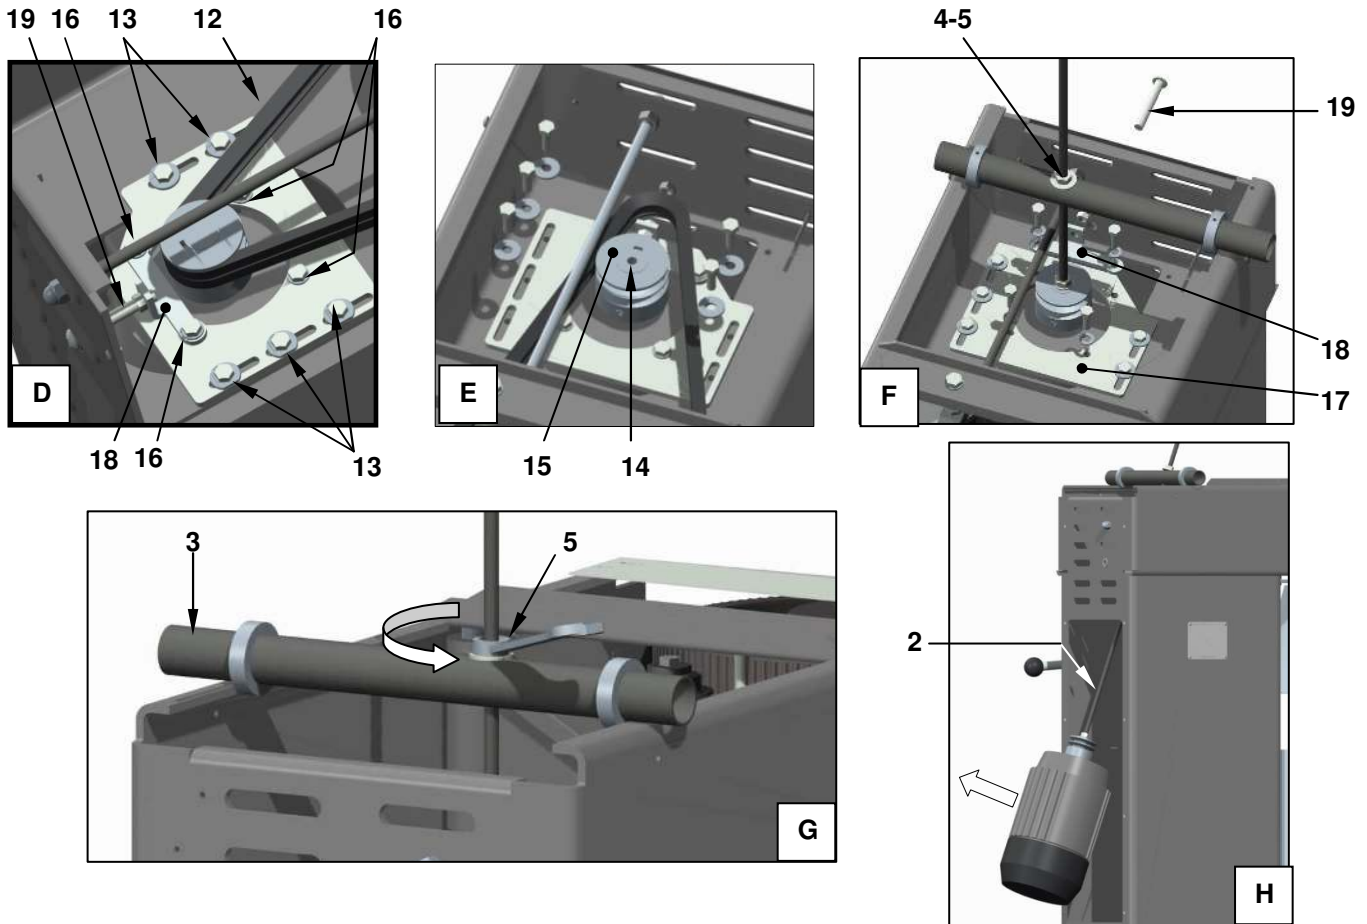

Рисунок 20 – Демонтаж/установка двигателя насадки (PL30 - PL40 - PL60)
См Рисунок 20, замена двигателя рис.1 подготовить, доступный в продаже, необходимый материал:
- d) установить диски рис.20 на трубку таким образом, чтобы их расстояние было меньше верхнего отверстия головки двигателя;
- e) изъять рифлёный кронштейн рис.2, вставить его в сквозное отверстие трубки рис.3, вставить прокладку рис.4 и зажать гайку рис.5; кронштейн должен находиться между двумя дисками рис.20; с противоположной стороны закрутить вторую гайку рис.6;
- f) закрутить рифлёный кронштейн со стороны гайки рис.6, в резьбовое отверстие рис.14 вала двигателя, накладывая вторую прокладку (такую же, как на рис.4); диски рис.20 должны оставаться во внутренней части головки двигателя;
- g) передвинуть гайку рис.6 и прокладку к ней к верхней точке шкива рис.15; приложить трубку рис.3 к тыльной стороне головки двигателя, переместить диски рис.20 и переместить их приблизительно на 2 мм от пластин, согнутых к внутренней части головки двигателя; обозначить позицию дисков на трубке; извлечь рифлёный кронштейн и заблокировать каждый диск на трубке с помощью эластичного штепселя диаметром 4 мм рис. 21 (осуществить сквозное радиальное отверстие в центре толщины каждого диска трубы на предварительно обозначенной позиции). Если диски стальные, возможно зафиксировать их на трубе с помощью пайки.
Начало Рисунок 20 - Демонтаж/установка двигателя, приводящего в движение насадку
Посмотрите Рисунок 20, для установки двигателя (после перемещения шкива) необходимо: